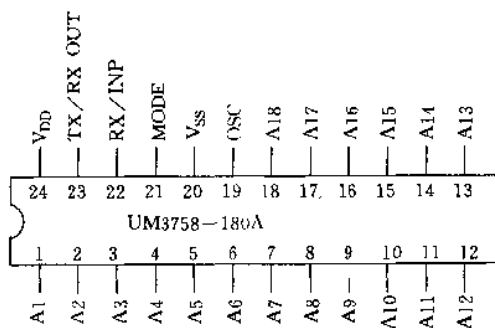

图 2-40
(1)UM3758 的引脚如图 2-40 所示,其特点如下: